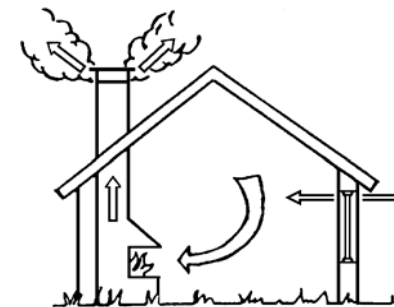

Fig. 8
### Ildsted, komfyravtrekk, tørketrommel etc. (Fig. 8)
### Eldstad, spiskåpa, torktummlare mm (fig. 8)
**Holzöfen, Kamine, Dunstabzugshaube, Wäschetrockner... (Fig.8)**
**Fireplace, kitchen ventilator, tumble dryer etc. (Fig. 8)**